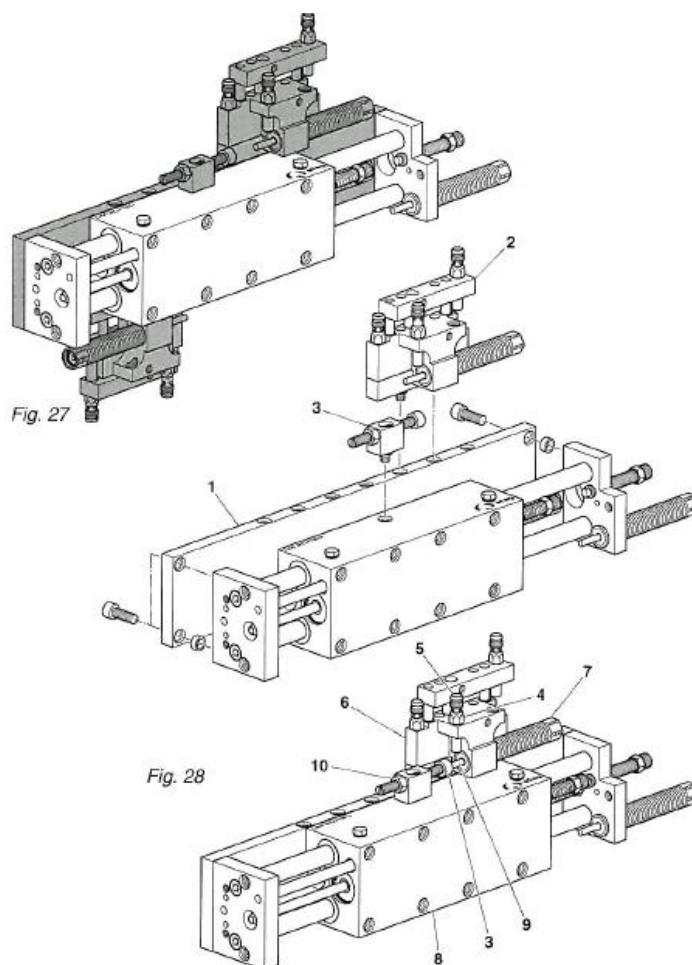

Fig. 15 Annexe intermédiaire
1. Mettre en place la plaque de base (Fig. 15, 1), la butée intermédiaire (Fig. 15, 2) et la vis de butée (Fig. 15, 3).
2. Desserrer le support (Fig. 15, 4) et retirer l'initiateur (Fig. 15, 5).
3. Maintenir le chariot (Fig. 15, 6) en position basse avec l'amortisseur (Fig. 15, 7). Déplacer le boîtier (Fig. 15, 8) du guidage linéaire LM 20/25 jusqu'à la limite en direction de l'amortisseur (Fig. 15, 7). La goupille de l'amortisseur (Fig. 15, 9) est alors enfoncée dans l'amortisseur par la vis de butée (Fig. 15, 3).
4. Desserrer l'écrou (Fig. 15, 10) de la vis de butée et définir la position en ajustant précisément la vis de butée. Bloquer ensuite la vis de butée (Fig. 15, 3) avec l'écrou (Fig. 15, 10).